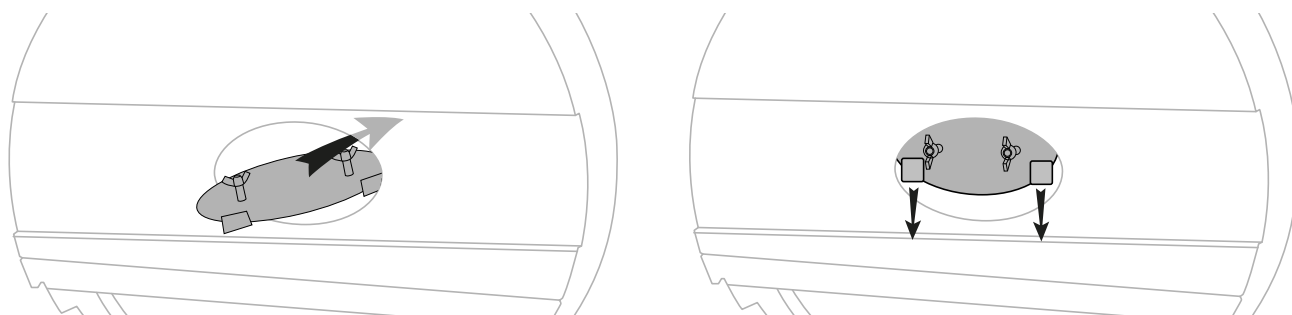

fig. 53 - Montage de la trappe arrière
- Remontage la trappe de la boîte à fumées (fig. 53, page 72).